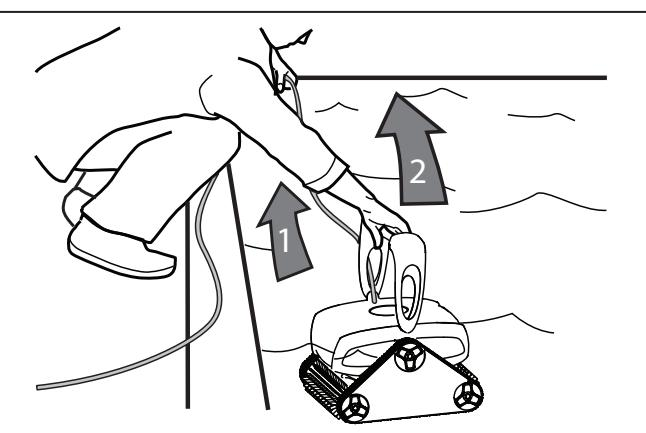

Figura 14. Saque el limpiador de la piscina usando la manija
- Cuando el limpiador esté al alcance de su brazo, jale con delicadeza el cable flotante para acercar la manija del limpiador de modo que la pueda alcanzar con su brazo. Use la manija para levantar el limpiador y sacarlo del agua (vea la figura 14). Nunca levante el limpiador de la piscina por medio del cable flotante.